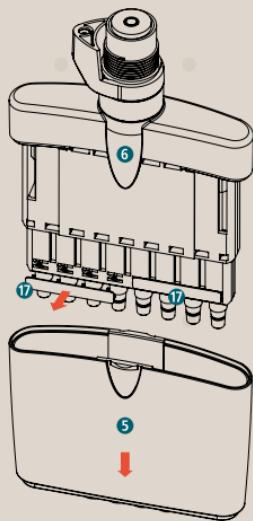

Fig. 10
- Retirez le tube d'éjection ⑤ en desserrant/soulevant la fixation ⑯ (Fig. 10).
- Retirez les deux bandes de fixation ⑯ et tournez la partie inférieure de 180°.